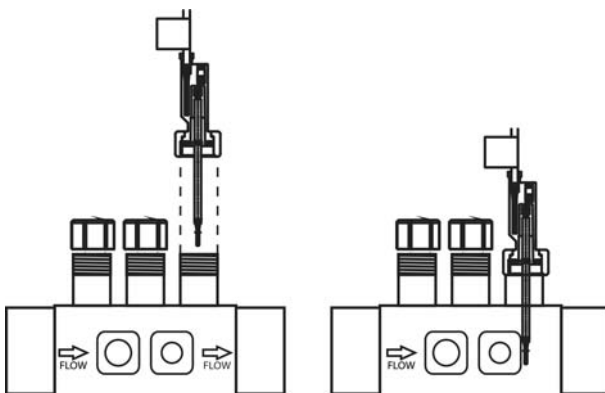

Abb. 10
2. Flusssdetektor (Flussschalter) aus dem Lieferumfang immer senkrecht in den mit dem Gerät gelieferten Sensorträger einbauen (Abb. 10).